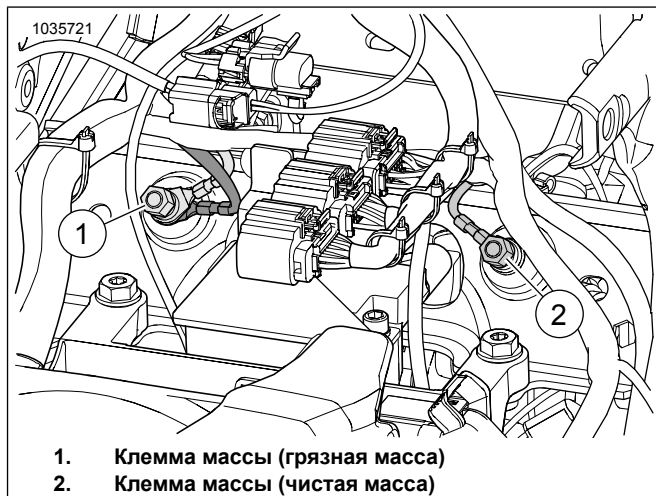

Рисунок 15. Расположения точек соединения с «массой» аккумуляторной батареи
См. Рисунок 15. Проложите и подсоедините провод массы ATM к клемме чистой массы (2). Затяните с моментом: